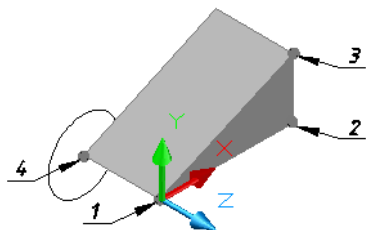

Рис. 2
**Пример 2.** На рис. 2 плоскость  $XU$  ПСК по трем точкам привязали к передней грани призмы. Центр окружности указали в точке 4, окружность расположена в плоскости задней грани призмы (параллельно плоскости  $XU$  текущей ПСК).